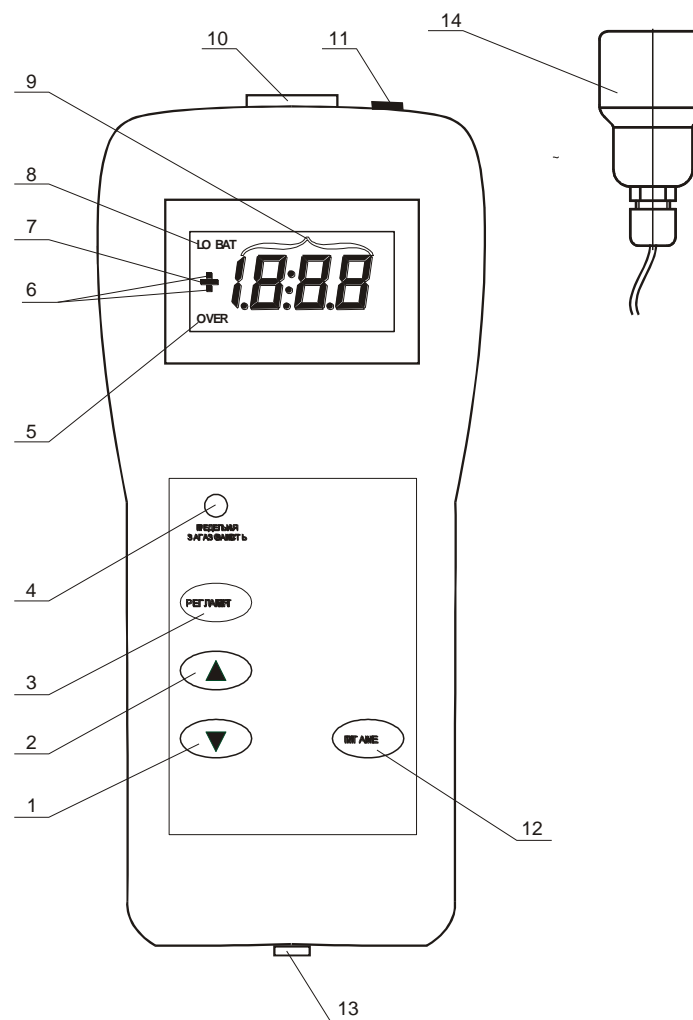

Рисунок 1 – Расположение органов управления, индикации и сигнализации
Расположение органов управления, индикации и сигнализации показано на рис. 1.
1.4.4.1 Кнопка "ПИТАНИЕ" (поз. 12, рис. 1) предназначена для включения питания или выключения питания сигнализатора (нажатие и удержание в течение 2-х сек.), а также для контроля уровня заряда аккумуляторной батареи (кратковременное нажатие).
Кнопка "РЕГЛАМЕНТ" (поз. 3, рис.1) выполняет несколько функций и используется при регламентном обслуживании сигнализатора. С помощью этой кнопки сигнализатор можно перевести из режима "РАБОЧЕЕ СОСТОЯНИЕ" в один из режимов:
1) Штекер ЗУ включить в гнездо поз. 13, рис. 1.
2) Включить ЗУ в сеть. При этом включается мигающий символ : (поз.6, рис.1) – признак включения ЗУ, сообщение "LO BAT" начинает мигать, а вместо концентрации газа появляются риски: